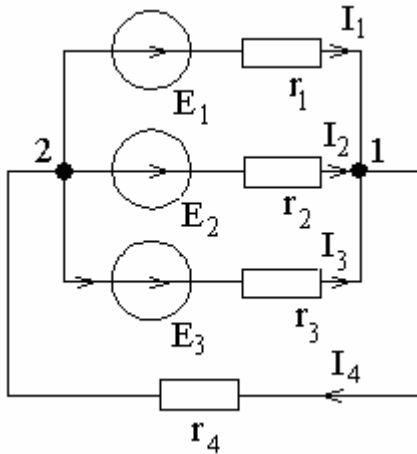

Рис. 48
18. Определить все токи в ветвях цепи (рис. 48), если $E_1=E_3=50$ В, $E_2=45$ В, $r_1=20$ Ом, $r_2=10$ Ом, $r_3=5$ Ом, $r_4=2$ Ом.